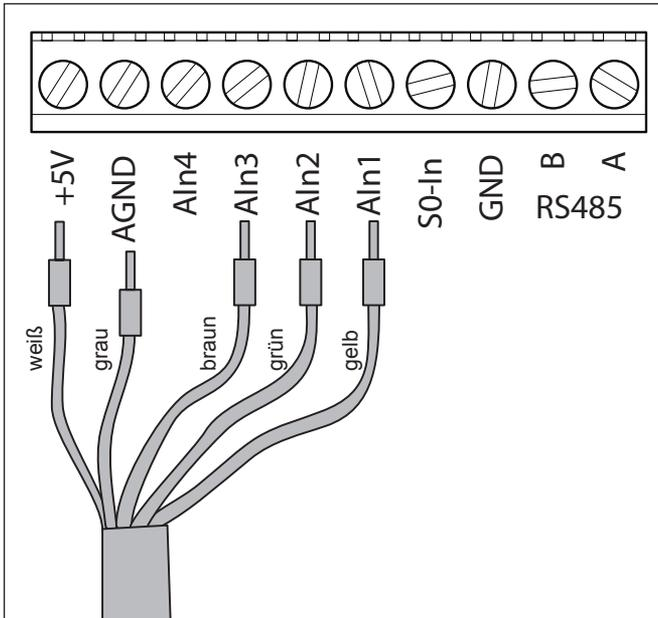

Abb. 5 Verbindungskabel des PIKO Sensors an die Analogausgänge des Kommunikationsboard I anschließen
- ▶ Verbindungskabel an die Klemme des Wechselrichters anschließen (siehe Abb. 5).